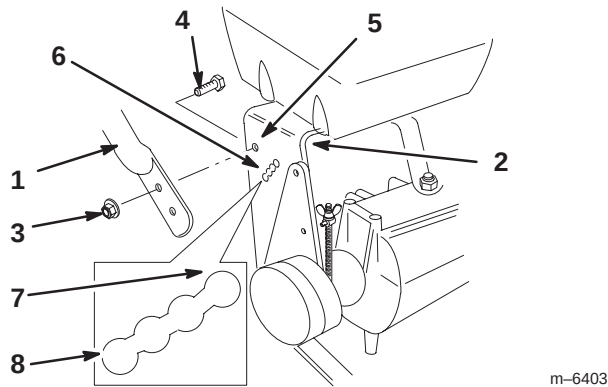

Bild 21
2. Lösen Sie die oberen Bundschrauben (3/8 x 1 Zoll) und die Bundmutter, mit denen der Griff am hinteren Chassis befestigt ist (Bild 21).
3. Nehmen Sie die unteren Bundschrauben (3/8 x 1 Zoll) und die Bundmuttern ab, mit denen der Griff am hinteren Chassis befestigt ist (Bild 21).